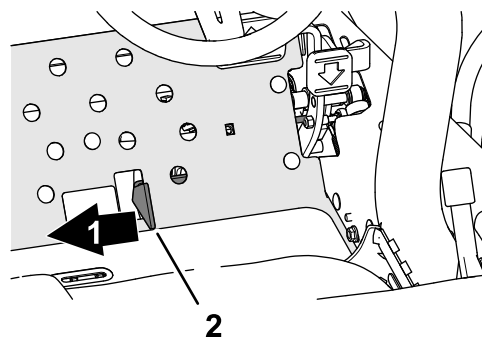

图 39
4. 将剪草/行驶控制杆向右移至剪草位置图 39。
2. 将剪草/行驶控制杆向右移至剪草位置图 39。